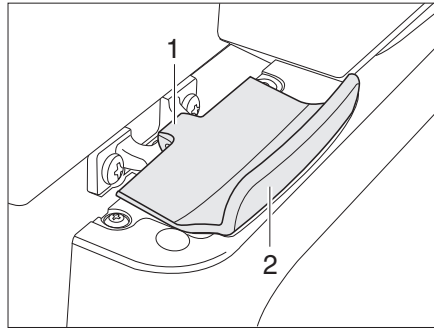

Fig. 142 Bloqueo de la puerta del frigorífico, cerrado (Thetford)
**Abrir:** ■ Abrir la puerta del frigorífico con el tirador (Fig. 142,2). El bloqueo (Fig. 142,1) se abre automáticamente.